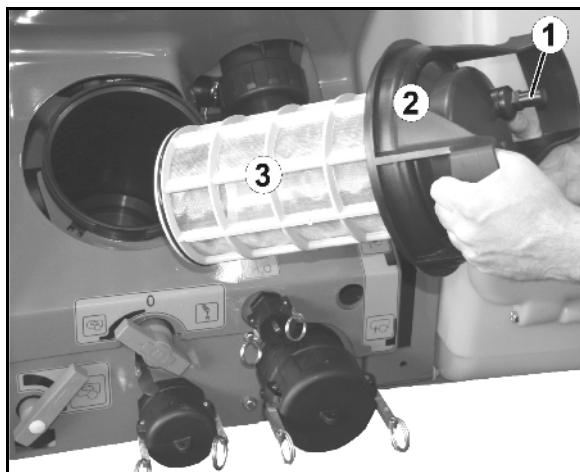

図 117
吸引フィルター（図 117）は、スプレーヤーの清掃後に毎日清掃してください。
1. 吸引フィルターのカバーを外します（図 117/2）。
2. 吸引フィルター付きカバー（図 117/3）を取り外し、水で清掃します。